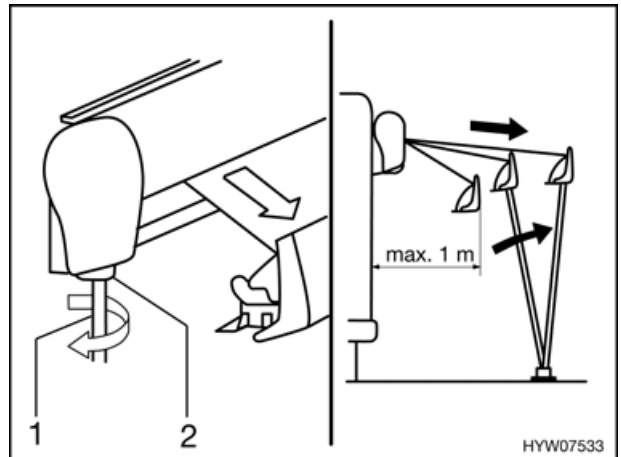

Bild 26 Markise ausfahren
- Die Kurbel (Bild 26,1) in die Bajonettfassung (Bild 26,2) der Markise stecken und entgegen dem Uhrzeigersinn drehen.